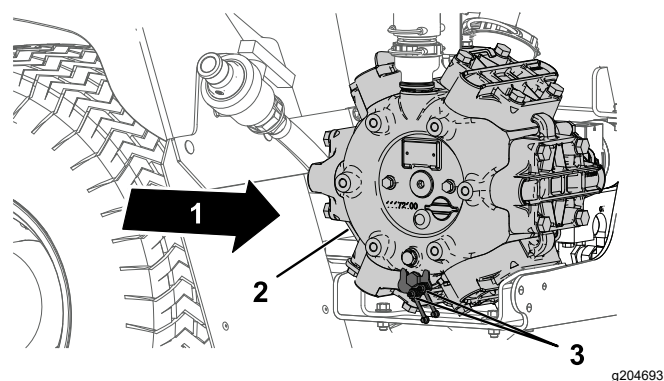

Рисунок 70
- Начисто протрите 2 выносные масленки (Рисунок 70).
- Закачайте в выносные масленки консистентную смазку (Рисунок 70).